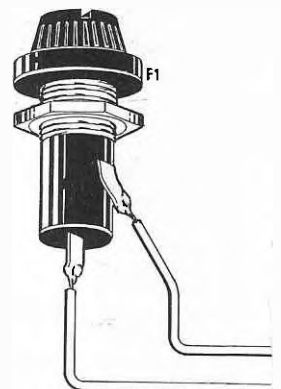

**Fig.13** Schema elettrico dello stadio di alimentazione LX.949 presentato nella rivista n.134/135.
Per alimentare questo **contapunti** occorre una sola tensione di 5 volt stabilizzata e a tal proposito potremmo consigliarvi di utilizzare il kit LX.949 (vedi fig.13).
**Fig.7** Schema elettrico del segnapunti per biliardo, senza lo stadio di alimentazione, riportato in fig.13. I diodi led siglati da DL2 a DL6 vengono utilizzati per ottenere il segno NEGATIVO, quando il punteggio scende sotto lo zero.